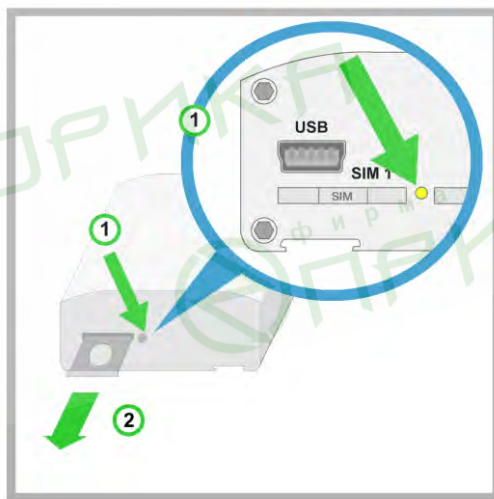

Рис. 3.1 Извлечение из модема лотка для SIM-карты
1. Нажмите тонким предметом кнопку, расположенную рядом с лотком первой SIM-карты (см. цифру 1 на рис. 3.1).
2. Потянув лоток на себя, полностью извлеките его (см. цифру 2 на рис. 3.1).